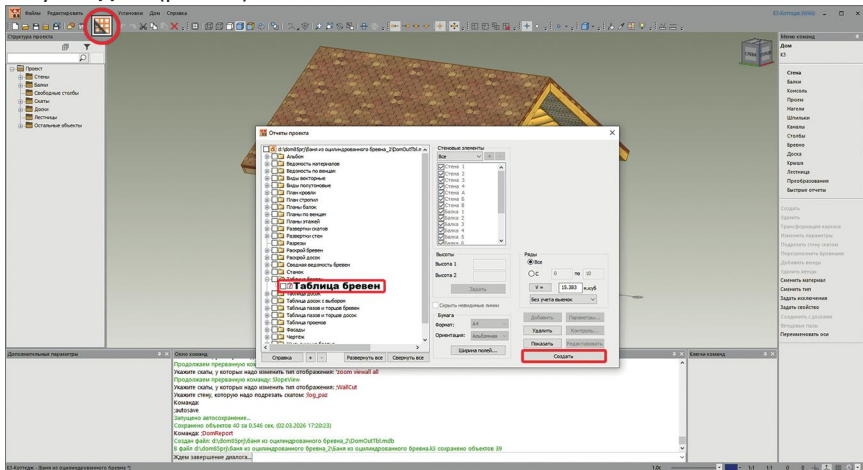

рис. 83
1. На панели **Общие команды сцены** (см. рис.14, стр. 9) нажмите кнопку . Затем в появившейся карточке **Отчёты проекта** откройте, нажав на «плюс», содержимое папки **Таблица бревен**. Теперь встаньте на строчку  **Таблица бревен** (вопросительный знак показывает, что отчёт ещё не создан) и нажмите кнопку **Создать** (рис. 83).